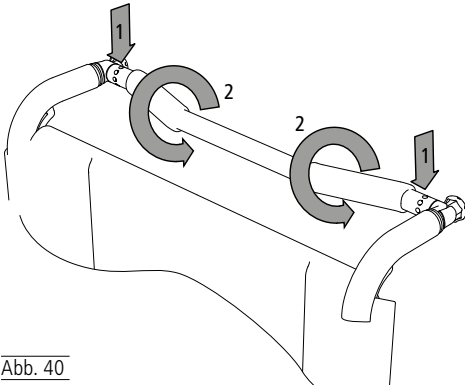

Abb. 40
1. Lossa och skruva ut höger och vänster insexskruv (1, bild 40) helt.
2. Vrid körbågen till önskat läge (2, bild 40). Sätt tillbaka insexskruvarna, skruva in och dra åt dem.